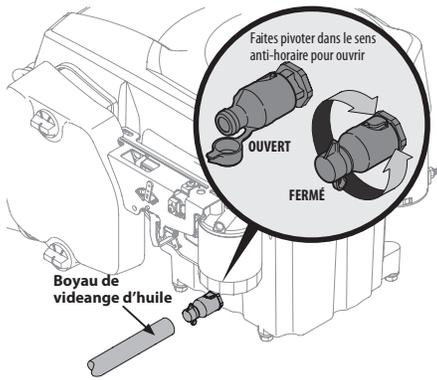

Figure 4-1
4. Soulevez le capuchon de protection à l'extrémité de la soupape de vidange de l'huile pour exposer l'orifice de vidange. Voir la Figure 4-1.